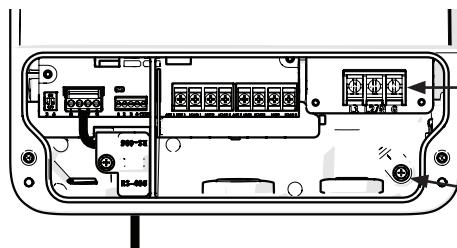
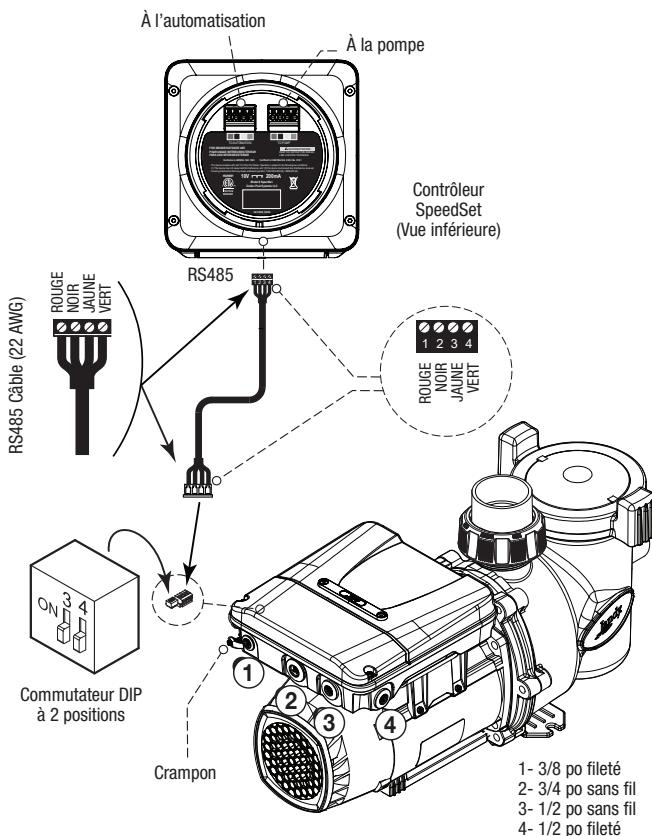
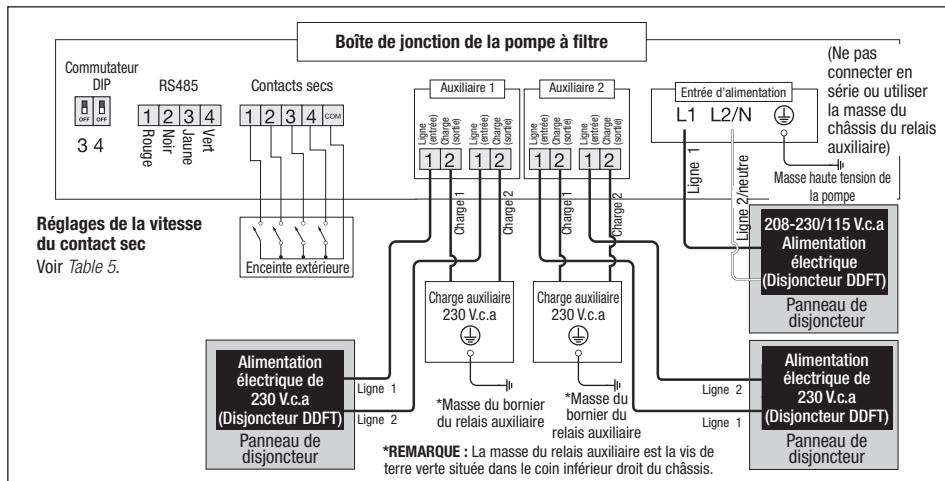
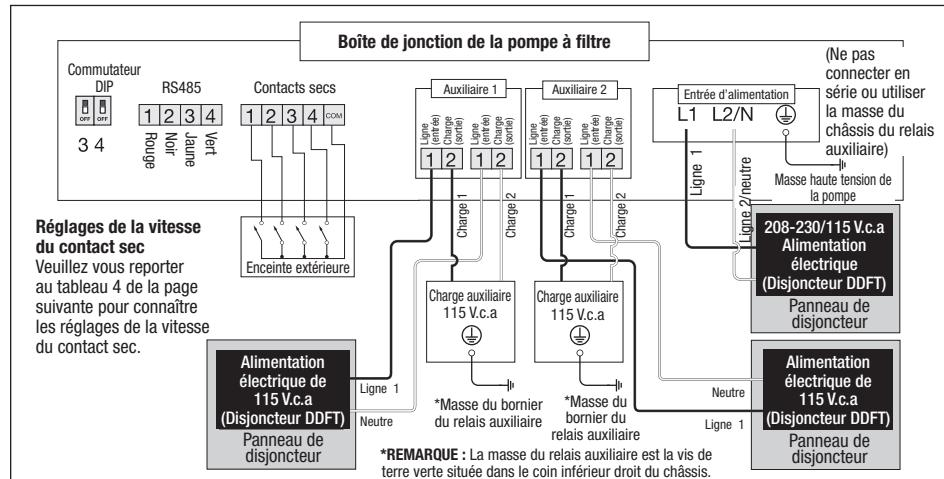

Figure 8. Port de connexion rapide RS-485 avec câblage
Figure 9. Câblage vers un contrôleur
Figure 12. Schéma de câblage du relais auxiliaire de 208-230 V*
Figure 13. Schéma de câblage du relais auxiliaire de 115 V*
En plus d'être correctement mis à la terre tel que décrit dans la Section 3.3.3, Câblage électrique, et conformément aux exigences du National Electrical Code (NEC), ou au Canada le Code Canadien de l'électricité (CCE), le moteur de la pompe doit être relié aux pièces métalliques de la piscine, du spa ou de la cuve thermale et à tous les composants et équipement électrique avec le système de circulation d'eau de la piscine ou du spa. Cette liaison doit être réalisée en utilisant un conducteur en cuivre plein, AWG n° 8 ou plus gros. Au Canada, il faut utiliser du AWG n° 6 ou plus gros. Relier le moteur en utilisant la languette de liaison externe fournie sur le cadre du moteur. Se reporter à la Figure 9.
- Port de connexion rapide RS-485 (se reporter à la Figure 8)
Le compartiment haute tension comporte 3 ouvertures de port de conduit (voir *Figure 9*):
1. Mettez la pompe à la terre à l'aide de la vis de terre verte fournie sur le bornier haute tension. Ne PAS mettre à la terre ni connecter en série le fil de terre à la vis de terre verte secondaire ou connecter en série le châssis du compartiment de câblage (voir les figures 8 et 12). Ne mettez pas non plus à la terre une conduite d'alimentation en gaz.
REMARQUE : L'alimentation électrique seule ne suffit pas pour faire fonctionner la pompe. Elle nécessite une commande numérique qui lui est envoyée par un contrôleur de vitesse variable (SpeedSet, JEP-R ou iOPUMP01), un système d'automatisation ou l'utilisation des contacts secs (se reporter aux *Figure 8* et *Figure 9* pour les illustrations de schéma RS485 d'un contrôleur local ou d'un système d'automatisation. Se reporter à la *Figure 12* et *Figure 13* pour les illustrations de câblage à contacts secs).
Se reporter à les Figures 8, 12 et 13 pour des détails sur le logement et l'emplacement des illustrations de relais auxiliaires et de câblage.
Si aucune entrée n'est connectée au commun, le nombre de tours par minute est zéro. Lorsqu'un contrôleur Jandy est connecté via RS-485, toutes les commandes de contact sec seront ignorées. Se reporter aux *Figure 12* et *Figure 13* pour le câblage du contact sec. Se reporter au *Table 5* pour les paramètres de la vitesse du contact sec.